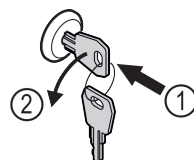

Fig. 167
- ▶ Insérer la clé. Fig. 167 (1)
- ▶ Tourner la clé à 90° dans le sens antihoraire. Fig. 167 (2)